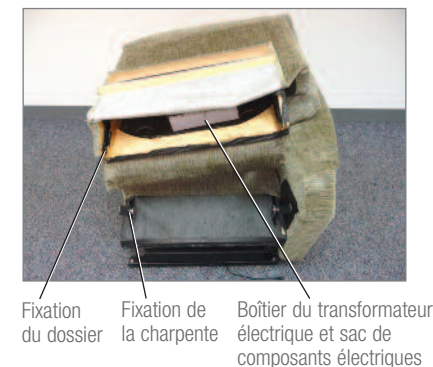

FIGURE 3
- Retirer le transformateur électrique du boîtier et le mettre de côté (FIGURE 3).
- Retirer les cordons du sac et les mettre de côté. Le sac de composants électriques du canapé inclinable ÉlectroPlus renferme trois cordons électriques : le cordon d'alimentation de 120 volts, le cordon d'alimentation du moteur et le câble de double jonction du moteur (FIGURE 3).